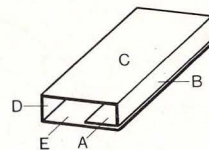

Bild 314
- (X) Karton so falten, daß die geritzten Linien außen sind.
- (X) Abschnitt A innen gegen Abschnitt E kleben (Bild 314). Ferritstab (Teil 2) in den Wickelkörper einführen und Karton gegendrücken, bis die Klebestelle getrocknet ist.